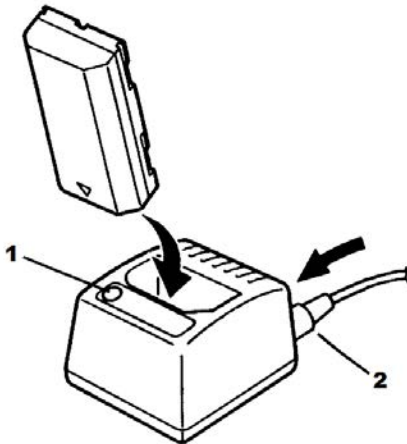

Abb. 4. Diagramm für Akkuladegerät
- Stecken Sie den AC-Adapter in die Eingangsbuchse hinten am Ladegerät ein (siehe Abb. 4).
- Sie legen einfach den Akku in das Ladefach, wie in Abb. 4 gezeigt. Stellen Sie sicher, dass die beiden Goldkontakte am Akku nach unten in das Fach zeigen.